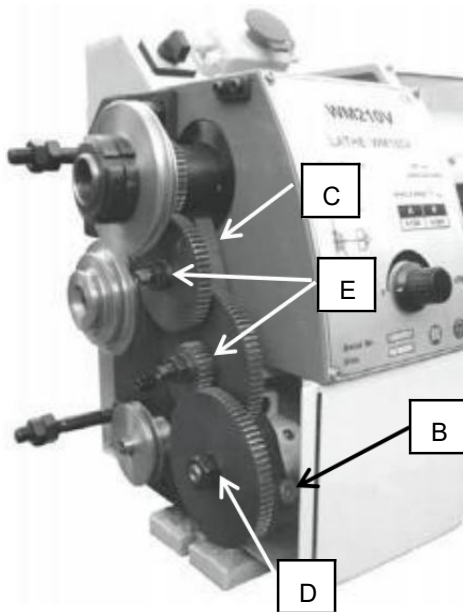
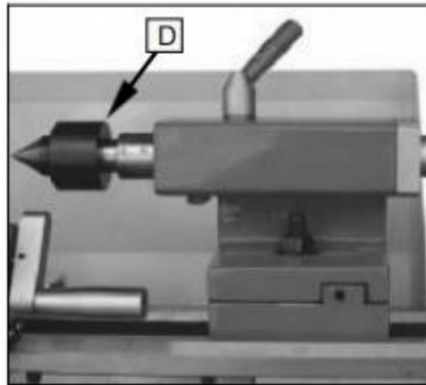

Fig. 19
Fig. 29
3. Desserrer la vis de blocage (B, Fig.19) sur le quadrant.
4. balancer le quadrant (C, Figure. 19) à le droite.
5. dévisser l'écrou (D, Fig.29) de la vis mère ou de la noix (E, Fig.19) des boulons du quadrant afin de retirer le changement engrenages de l' avant.